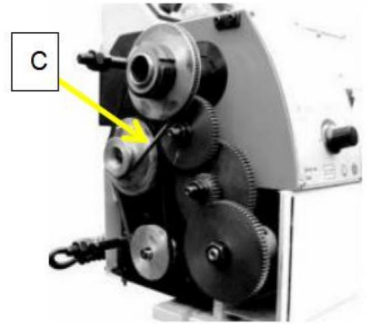

Fig. 16
2. Justera kilremmen (C, Fig. 16) i motsvarande position.